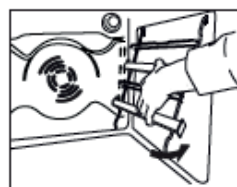

Fig. 4
4. Montera tillbaka sidostegarna i ugnen (Fig. 4).